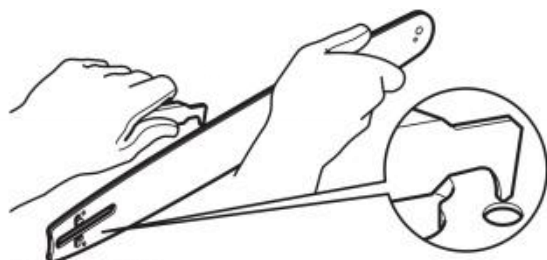

Fig. 71
4. Rimuovere i residui dalle guide della barra di guida (C13) utilizzando un cacciavite, una spatola, una spazzola metallica o un altro strumento simile. Ciò manterrà aperti i condotti dell'olio per garantire una corretta lubrificazione della barra di guida (C13) e della catena della motosega (C12) (Fig. 71).